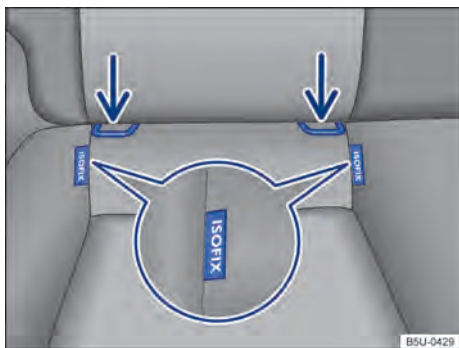

Fig. 37 No banco do veículo: identificação dos pontos de ancoragem inferiores para cadeiras de criança.
Os 2 olhais de retenção para cada cadeira de criança dotado do sistema ISOFIX podem ser acionados entre o encosto e assento do banco traseiro. → Fig. 37.
- Afastar lateralmente o cinto de segurança e encaixar a cadeira de criança nos olhais de retenção → Fig. 37 indicados pelas setas. A cadeira de criança deve engatar de forma segura e audível (click).
- Colocar a cadeira de criança sobre a superfície do banco, afastar lateralmente o cinto de segurança e prender os ganchos dos cintos de fixação nos olhais de retenção → Fig. 37, caso os cintos de fixação sejam fornecidos junto com a cadeira de criança.